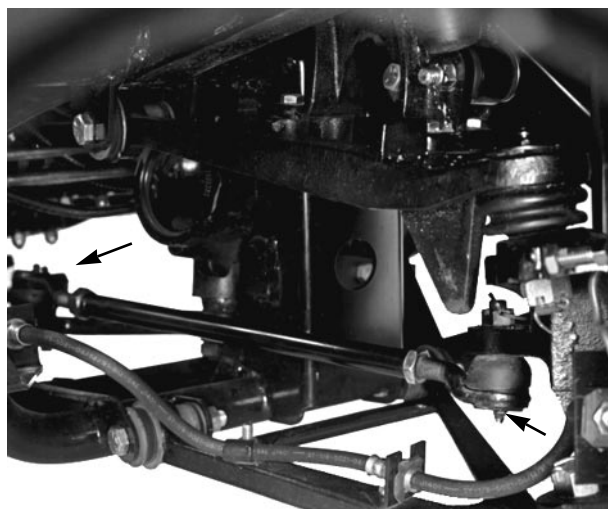
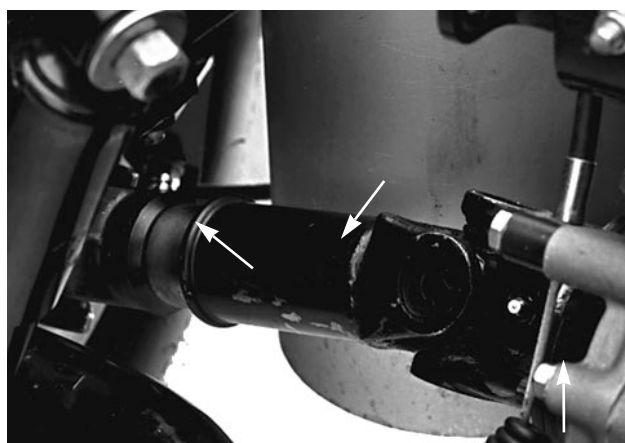
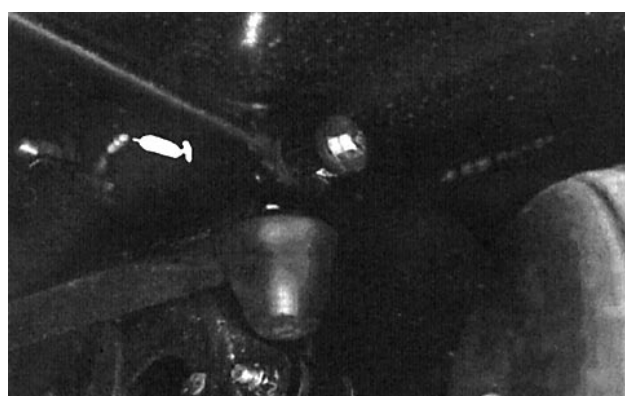
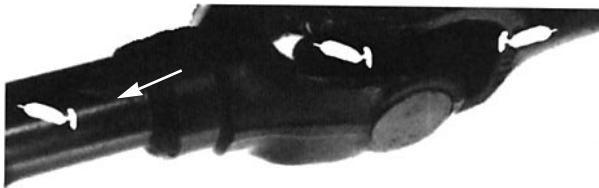

Bild 16
Bild 17
Bild 18
Bild 19
Die Schmierstellen und -mengen sind wie folgt: Enden der Spurstange (4) (Bild 16); Kugelgelenke vorne (4) (Bild 16); Antriebswellen hinten (6) (Bild 17); Gelenkbüchsen vorne (2) (Bild 18); Mittlere Antriebswelle–nur bei Allradantrieb (3) (Bild 19); Pedalgelenke (4) (Bild 20); Lenkwelle (1) (Bild 21) und Gaspedalarm (1) (Bild 22).